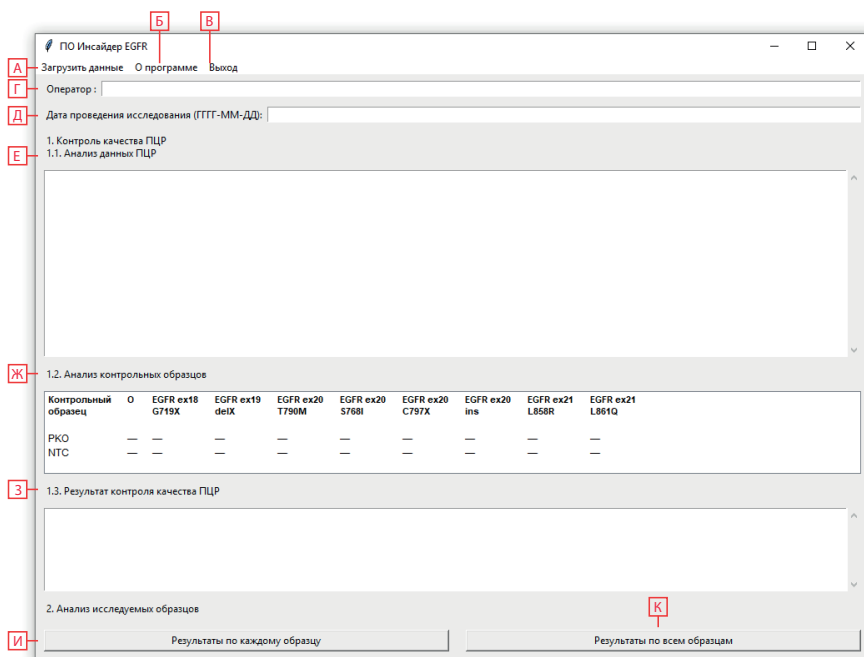

Рисунок 1 – общий вид стартового интерфейса ПО.
- главное меню: «Загрузить данные» (Рисунок 1-А), «О программе» (Рисунок 1-Б), «Выход» (Рисунок 1-В);
- поля для ввода данных оператора (Рисунок 1-Г), проводившего исследование, и даты проведения исследования (Рисунок 1-Д);
- окно данных об анализируемых образцах (Рисунок 1-Е);
- окно данных об анализе контрольных образцов (Рисунок 1-Ж);
- окно результата контроля качества ПЦР (Рисунок 1-З);
- кнопка для формирования отчетов по результатам анализа отдельно по каждому образцу (Рисунок 1-И) и по всем образцам (Рисунок 1-К).